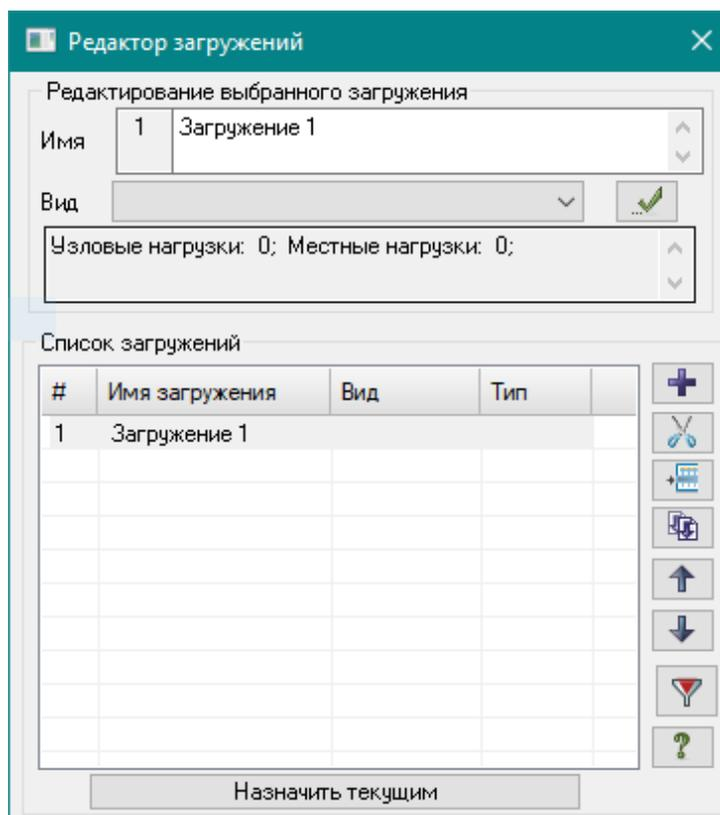

Рис.1.12. Диалоговое окно **Редактор загрузений**
*Допускается задание до 1000 загрузок. Каждому загрузке присваивается номер, произвольное имя и вид. Загрузка может содержать любое количество нагрузок. Номер, имя и вид загрузки присваиваются с помощью диалогового окна **Редактор загрузок** (рис.1.12),*
Вызовите диалоговое окно **Редактор загрузений** (рис.1.12) щелчком по кнопке  – **Редактор загрузений** (панель **Нагрузки** на вкладке **Создание и редактирование**). Для Загрузения 1 в поле **Редактирование выбранного загрузения** выберите в раскрывающемся списке **Вид** строку
Так как вид загрузений задавался в диалоговом окне **Редактор загрузений** (рис.1.12) таблицу РСУ можно сформировать с параметрами, принятыми по умолчанию для каждого загрузения,